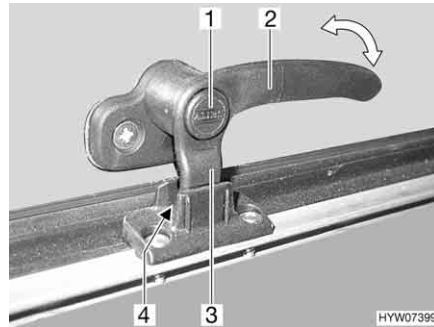
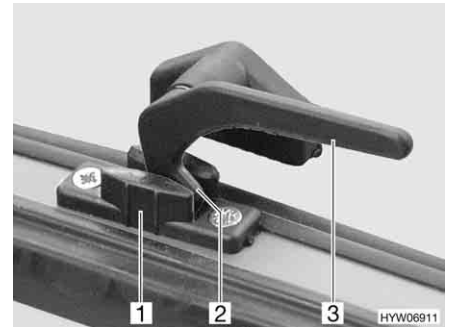

Bild 76 Verriegelungshebel mit Sicherungsknopf in Stellung "Dauerbelüftung"
Bild 77 Verriegelungshebel in Stellung "Dauerbelüftung"
- in Stellung "Dauerbelüftung" (Bild 76 und Bild 77)
- Wenn vorhanden, Sicherungsknopf (Bild 76,1) drücken und gedrückt halten.
- Den Verriegelungshebel (Bild 76,2 oder Bild 77,3) eine viertel Umdrehung zur Fenstermitte hin drehen.
- Den Verriegelungshebel wieder zurückdrehen. Die Verriegelungsnase (Bild 76,3 oder Bild 77,2) am Verriegelungshebel dabei in die Ausparung der Fensterverriegelung (Bild 76,4 oder Bild 77,1) einfahren.
- Wenn vorhanden, Sicherungsknopf (Bild 76,1) loslassen.